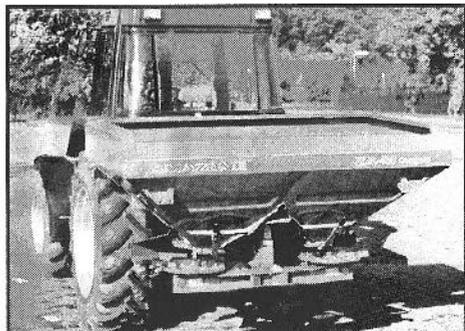

Fig. 11.8
11.6.1 Behälteraufsatz "N" (Fig. 11.8)